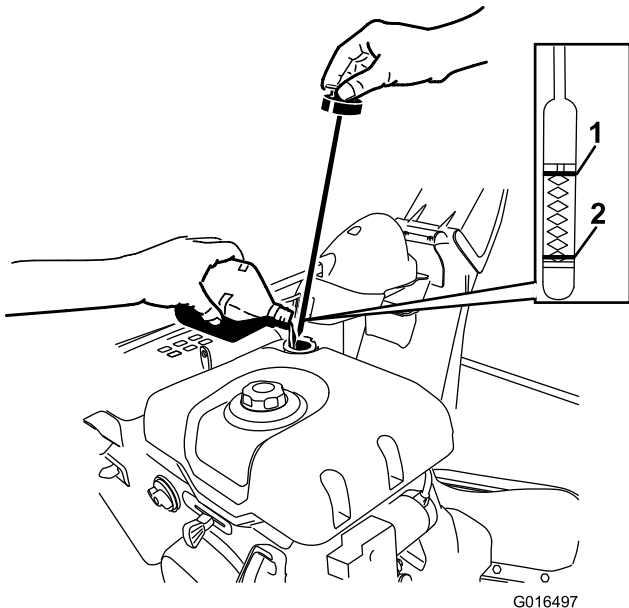

Figura 41
2. Rimuovete l'asta e controllate il livello dell'olio (Figura 41). Se l'olio non raggiunge la tacca Add, occorre rabboccare. Vedere Controllo del livello dell'olio motore \(pagina 22\).